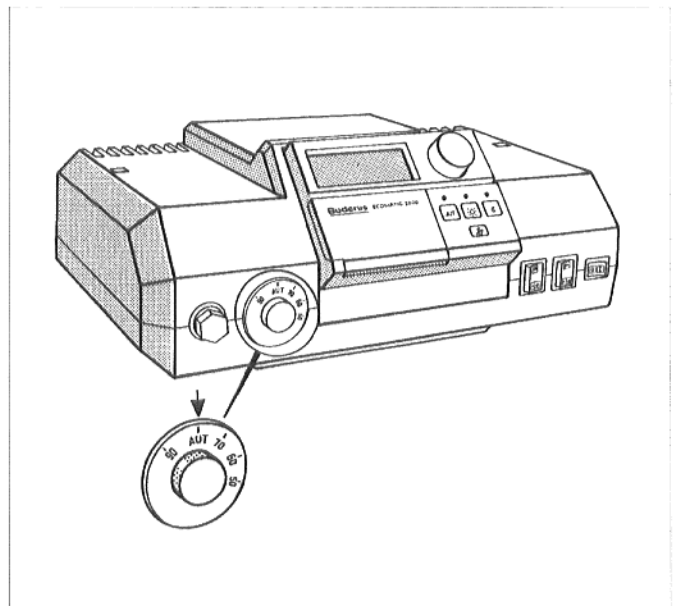

Abb. 2: Kesselwassertemperaturregler
- Kesselwasser-Temperaturregler (Abb. 2) auf "AUT" stellen. Ohne "Ecomatic-Regelung" auf die gewünschte Temperatur einstellen.